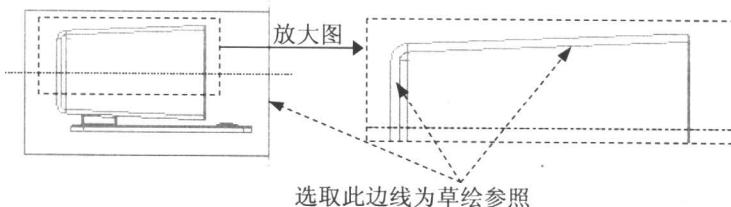

图 1.10 截面草图
② 选择下拉菜单 **草绘** → **参照(R)...** 命令, 选取如图 1.10 所示的边线为参照, 单击 **关闭(C)** 按钮。